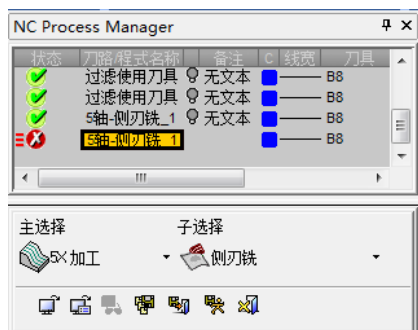

图 5-95 “NC Process Manager”对话框 (5)
1) 创建程序。单击“加工向导”工具栏上的“加工程序”按钮, 弹出“NC Process Manager”对话框 (5), “主选择”为“5X 加工”, “子选择”为“侧刃铣”, 如图 5-95 所示。